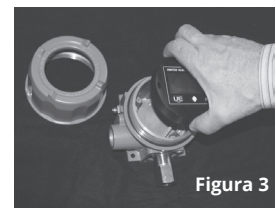

Figura 3
- 2 Remova cuidadosamente o módulo de exibição segurando a borda externa e puxando-o para longe do gabinete da base (Figura 3). Tome cuidado para não forçar nenhuma das conexões dos fios.